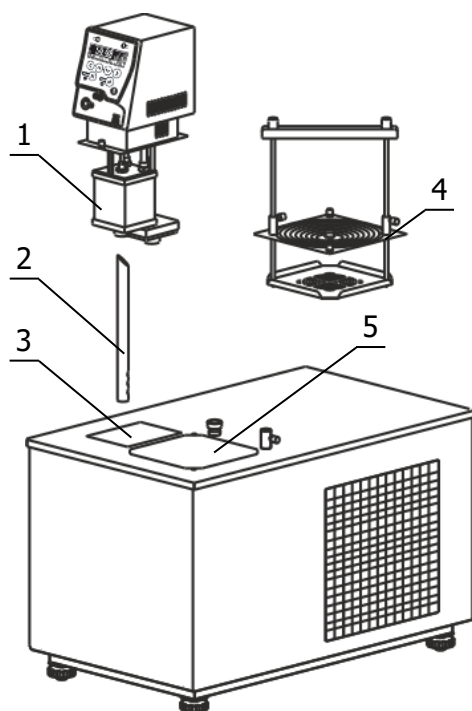
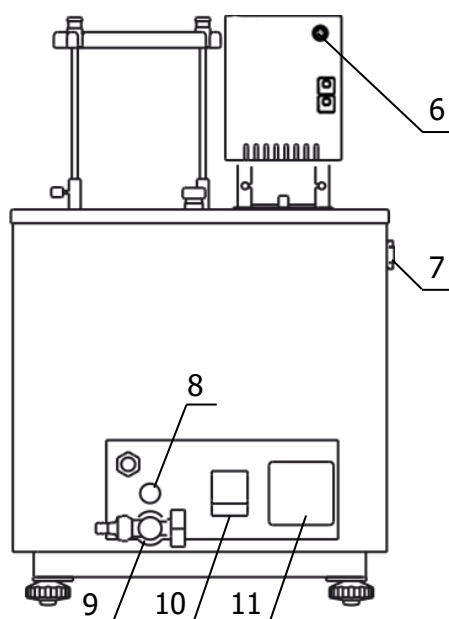

Рисунок 3 — Установка блока регулирования
Рисунок 4 — Задняя панель ванны термостата
2.2.3 Вставить выходную трубку насоса 2 (рисунок 3) косым срезом до упора в резервуар 1 блока регулирования и зафиксировать ее винтом. Три выходных отверстия трубки должны быть направлены в центр рабочей зоны после установки блока регулирования.
2.2.5 К переливному штуцеру 8 (рисунок 4) присоединить гибкий шланг, второй конец которого опустить в емкость для сбора излишков теплоносителя объемом 1.5–2 литра.
2.2.6 Заполнить ванну термостата теплоносителем через отверстие над рабочей зоной 5 (рисунок 3) до момента начала слива теплоносителя из переливного штуцера 8 (рисунок 4). Температурный диапазон применения теплоносителя должен соответствовать значениям, указанным в 1.2.6.
2.2.7 Вставить вилку сетевого кабеля блока регулирования в розетку 11 (рисунок 4). Соединить кабелем из комплекта поставки блок регулирования (разъем 6) и холодильную машину (разъем 7). Сетевой кабель термостата подключить к питающей сети. Для этого в лабораторном помещении должна быть установлена электрическая розетка из комплекта поставки термостата.
2.2.8 Автоматический выключатель 10 (рисунок 4) перевести в положение «включено».
2.2.10 Причина отсутствия перемешивания — неправильная работа насоса, вызванная воздушной пробкой, образовавшейся в резервуаре 1 (рисунок 3). Для ее устранения необходимо:
2.2.11 Установить корзину 4 (рисунок 3) в отверстие над рабочей зоной 5 и закрепить ее на крышке ванны винтами из комплекта поставки.
2.4.2 Надеть сливной шланг из комплекта поставки на сливной кран 9 (рисунок 4) и закрепить его хомутом. Свободный конец шланга опустить в емкость для сбора теплоносителя объемом, превышающим объем термостата.